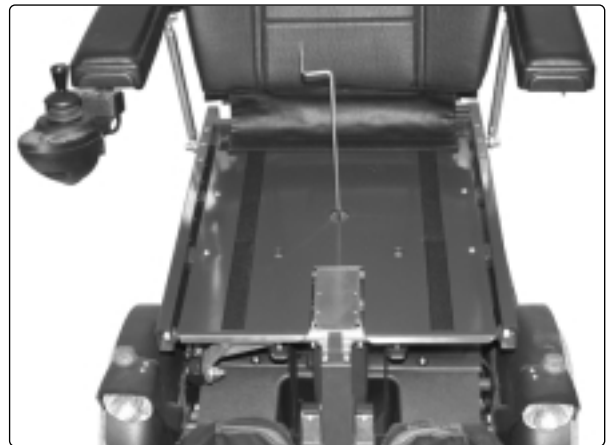

Abb. 5. Sitz mit der Kurbel hochkurbeln.
4. Fahren Sie den Sitz mit Hilfe der mitgelieferten Kurbel hoch bzw. herab, siehe Abb. 5.
3. Kurbeln Sie den Sitz mit Hilfe der mitgelieferten Kurbel hoch, siehe Abb. 5.